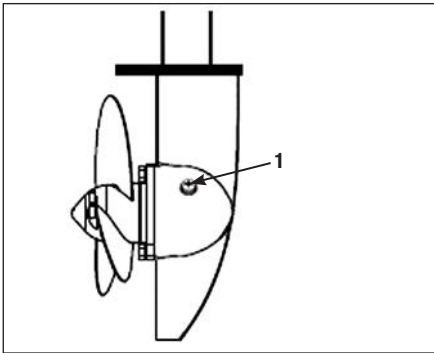

Рис. 4 Заправка масла в корпус редуктора
2. Открутите пробку 1 контрольного отверстия (Рис. 4).
4. Закрутите на место пробку 1 контрольного отверстия (Рис. 4).